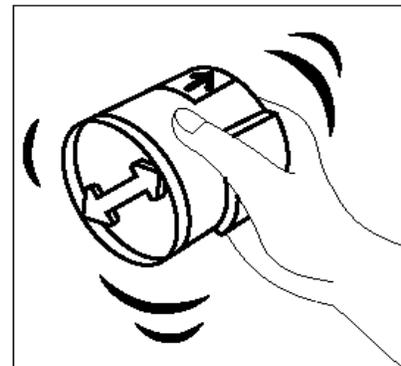

Abb. 11: Patrone schütteln
- 6** Die Patrone horizontal schütteln (s. Abb. 11).